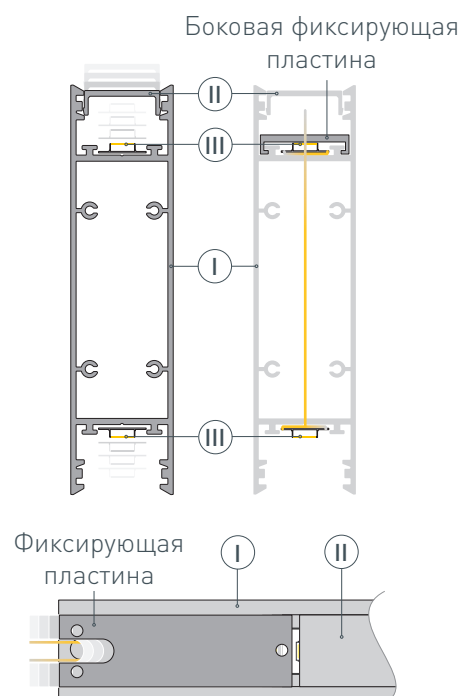

Рис. 1. Установка боковой фиксирующей пластины на профиль Ⓘ. Вид сверху
- 2** / Перед приклеиванием светодиодной ленты Ⓚ рекомендуется обезжирить поверхность профиля Ⓘ. Рекомендуется использовать при монтаже светодиодную ленту 48 V. Установите в профиль Ⓘ светодиодные ленты Ⓚ на нижнюю и верхнюю площадки для лент и пропустите кабели питания светодиодных лент через отверстие в профиле. Максимально допустимая для подключения длина отрезка светодиодной ленты Ⓚ указана в инструкции к светодиодной ленте. Установите боковую фиксирующую пластину из комплекта фиксатора токопроводящего ремня ⒱ на профиль Ⓘ и пропустите через нее кабели питания светодиодных лент как показано на рис. 1. Установите на профиль Ⓘ верхний экран Ⓙ.